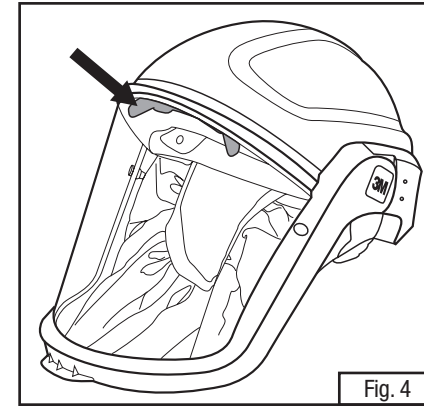

Fig. 4
6. Au besoin, ajuster le débit d'air à l'intérieur de la pièce faciale pour assurer le confort d'utilisation. Pour l'ajuster, soulever la visière à la position haute (ouverte). Localiser le déflecteur d'air bleu situé à l'avant de la pièce faciale et le tourner. La Fig. 4 montre l'endroit où se trouve le déflecteur d'air. Il y a deux positions. Ajuster en position complètement ouverte pour un plus grand débit d'air sur le visage ou en position partiellement fermée pour rediriger une partie de l'air vers la visière. Après avoir ajusté le déflecteur d'air, abaisser à nouveau la visière dans la position basse.